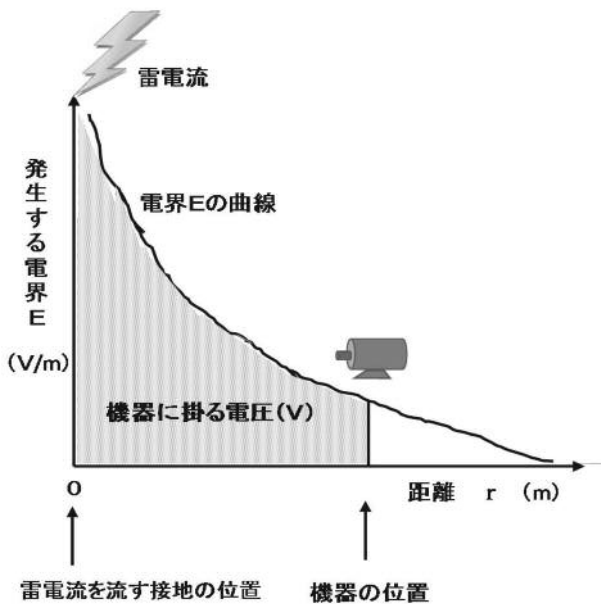

図 2. 接地位置と発生する電圧
- ②架空地線等から落雷の電流が大地に流れると図 2 のグラフ曲線に示すような電界が生じる。
- ③その電界によって接地極と機器が地面に接している間に電圧が発生する。
- ④グラフの網掛け部の面積が、機器と接地間に発生する電圧。